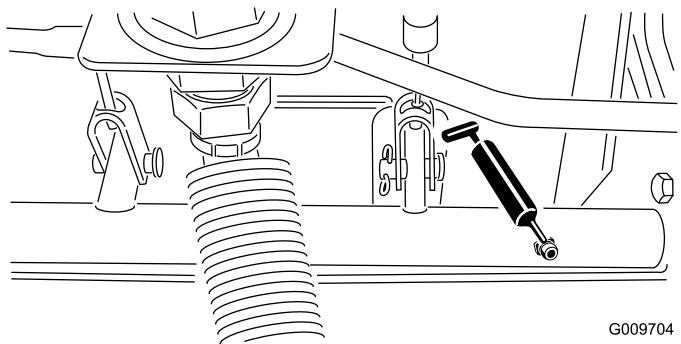

Figura 67
- Cuscinetti orientabili (5) dell'albero del freno (Figura 67)